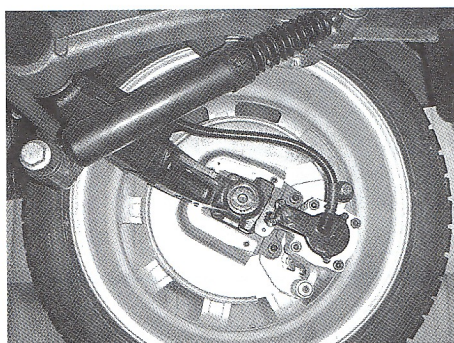

Figure 9.1A • Dispositif de freinage : frein à disque (document PSA Peugeot Citroën).
- le dispositif de **freinage**, avec les freins à disque et à tambour (figure 9.1A) ;